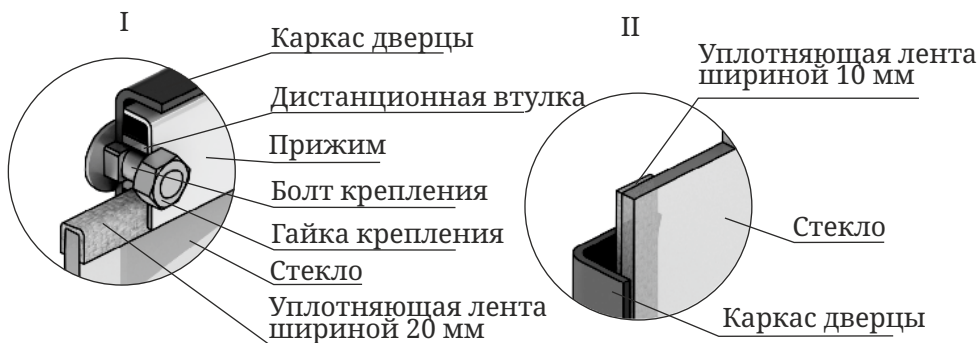

Рисунок 20. Крепление светопрозрачного экрана дверцы модификации «Витра»
1. Отверните две гайки, фиксирующие прижим (рисунок 20.И), демонтируйте его и дистанционные втулки.
3. Возьмите новое стекло. Если на нем нет уплотняющих лент, наклейте их: лента шириной 20 мм наклеивается сверху и снизу стекла «П» - образно (рисунок 20.И), лента шириной 10 мм наклеивается вертикально, вдоль боковых сторон стекла (рисунок 20.И).
4. Вставьте стекло в упор, при этом лента, наклеенная с боковых сторон (вертикальная) должна быть зажата между стеклом и каркасом дверцы (рисунок 20.И).